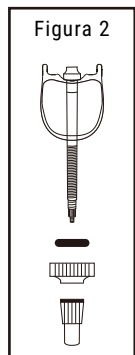

Figura 2
2. Para la instalación de la válvula sin cámara, consulte las figuras 2 y 3. Asegúrese de que el sellador proporcionado se coloca correctamente (figura 2).